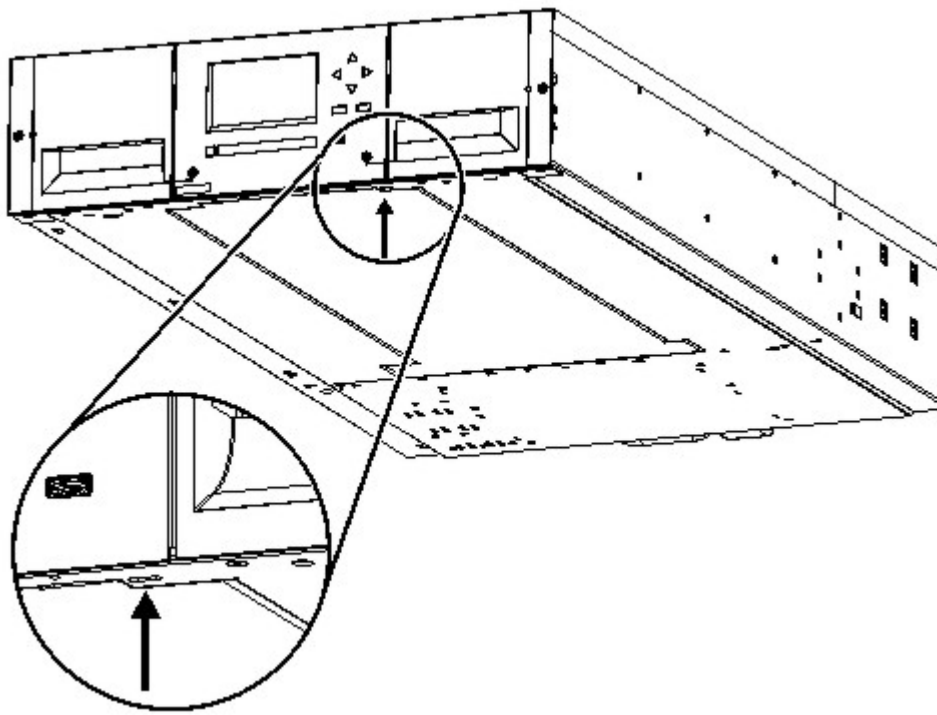

Figura 33. Sblocco del blocco a molla
- c. Sostenga il coperchio inferiore con una mano. Inserire un piccolo cacciavite a testa piatta o un cacciavite Torx nel foro e far scorrere circa 4 mm lateralmente a sinistra per sbloccare la serratura a molla. Vedere Figura 33 a pagina 57.